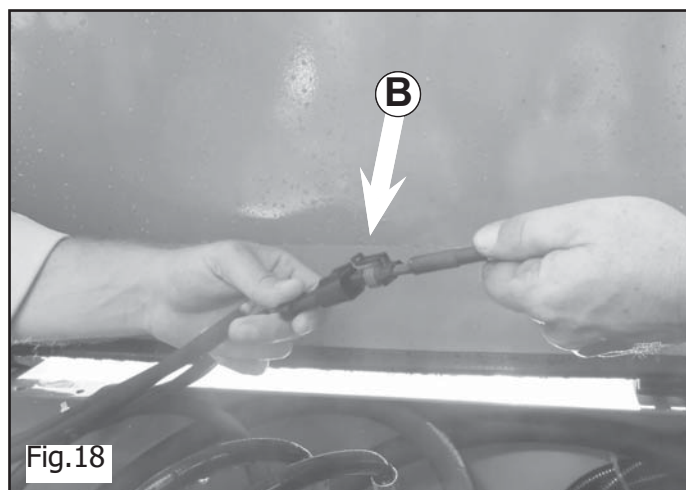

Fig.18
-Scambiatore di calore (B Fig.18)